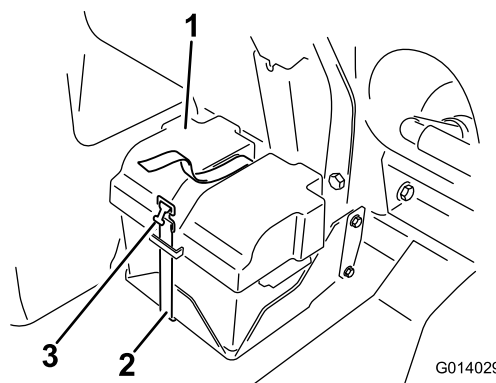
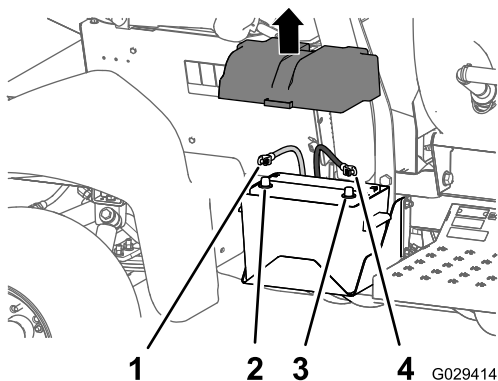

Figure 2
Figure 3
1. Déposez le couvercle de la batterie et débranchez le câble négatif (noir – masse) de la borne de batterie (Figure 2 et Figure 3).
- Débranchez le câble positif (rouge) de la borne de la batterie (Figure 3).